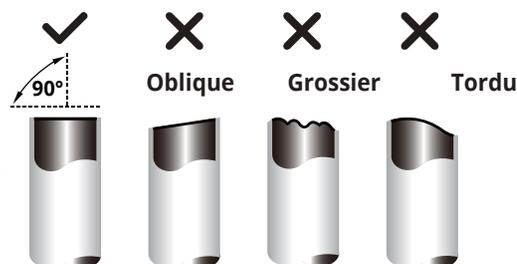

Fig. 2.9
4. Assurez-vous que le tuyau est coupé à un angle parfait de 90°. Voir Fig. 2.9 pour des exemples de coupe.